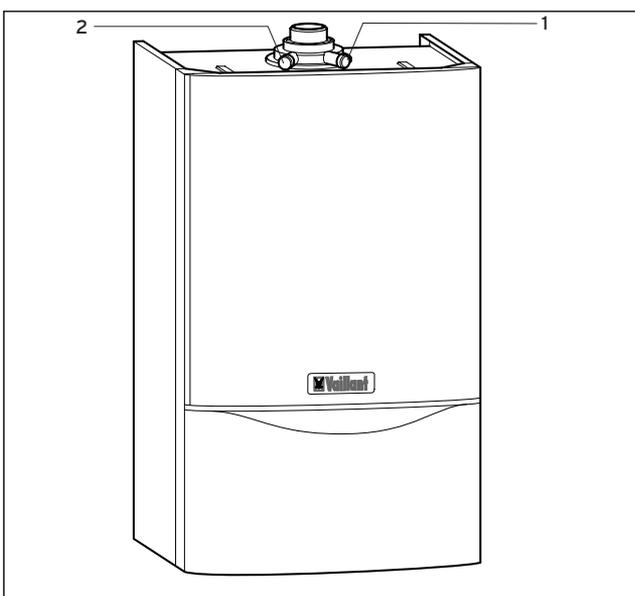

Abb. 3.17 Schornsteinfeger-Messungen (am Gerät)
- Nehmen Sie Messungen im Abgasweg am Prüfstutzen (1) vor (Abb. 3.17). Messungen im Luftweg können Sie am Prüfstutzen (2) vornehmen.